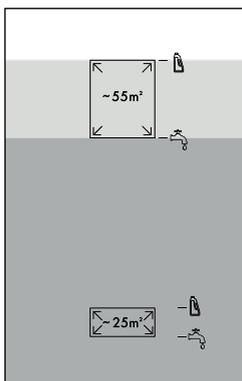

Fig. 9
- ◆ Per superfici grandi  (fino a 55 m²) versare acqua di rubinetto o acqua distillata fino al terzo segno di livello  del contenitore dell'acqua pulita **11** (vedere fig. 9).
- ◆ Per superfici grandi  (fino a 55 m²) versare detersivo fino al quarto segno di livello  del contenitore dell'acqua pulita **11** (vedere fig. 9).